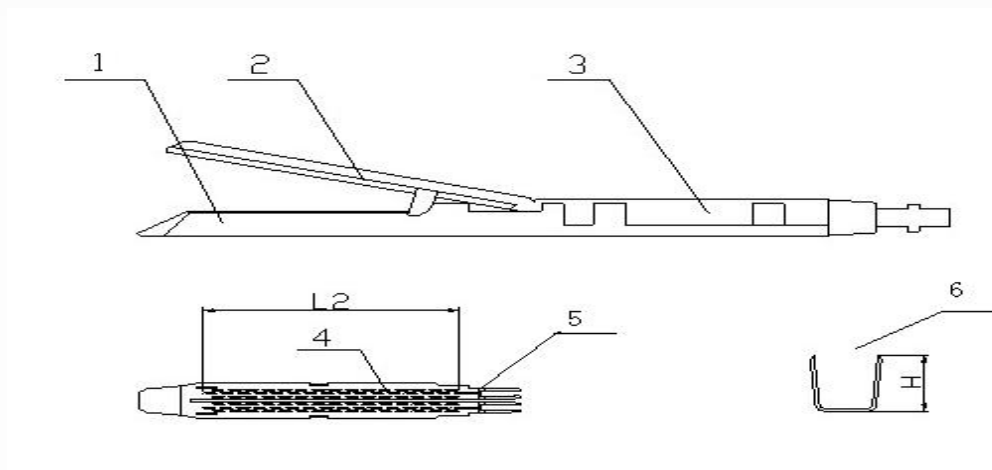
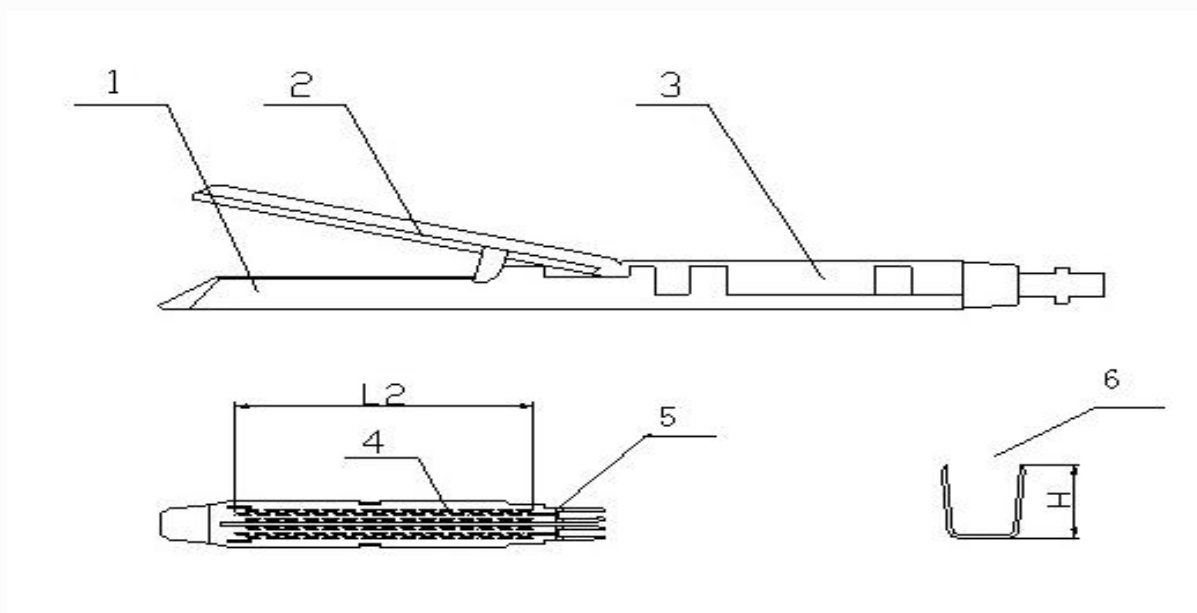

Fig.2 ASR Cartucho de grampo
Fig.3 Série ARR Cartucho de grampos
2. Carregue o cartucho de grampo de acordo com a Fig. 2. O recarregamento de grampos deverá estar alinhado com o dispositivo de inserção de acordo com a rotação da seta e do sentido anti-horário para que a posição esteja correta quando um som "clique" é ouvido. Caso não carregue, puxe o bloco de pressão para a direita de acordo com a Fig. 3.